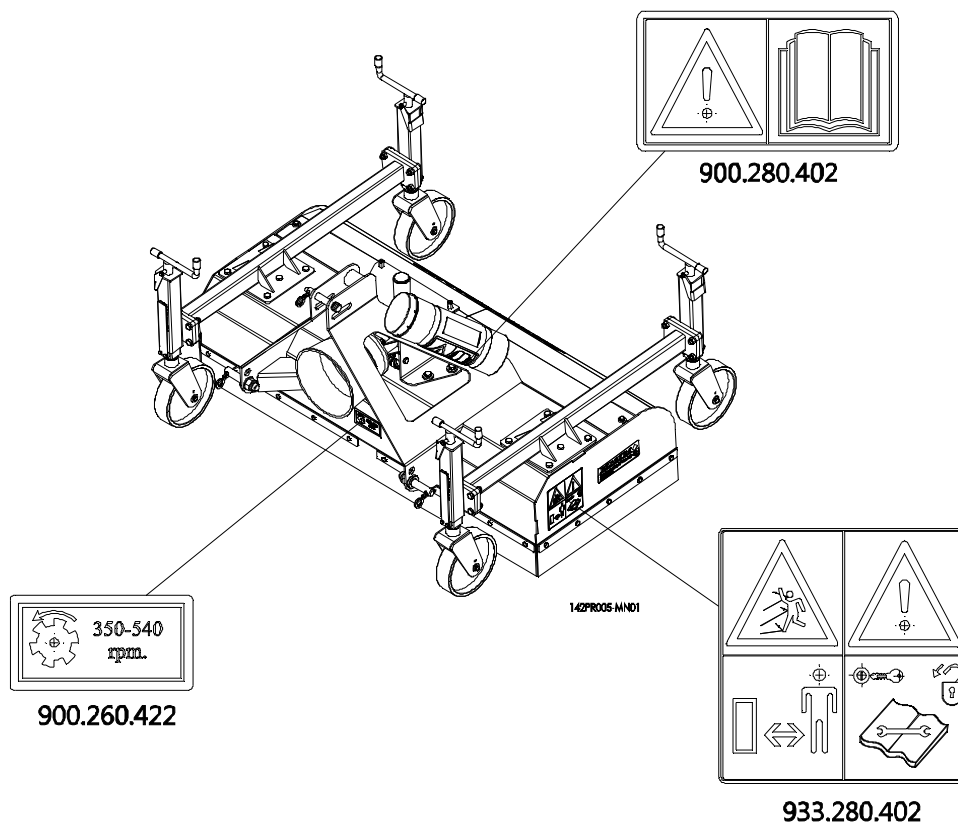

Abb. 5
An der Rückseite des Extreme Clean II befinden sich (Abb. 5) Sicherheitsaufkleber (Abb. 2,3,4) mit gleichlautender Bedeutung. Diese Sicherheitsaufkleber müssen jederzeit gut sichtbar und lesbar sein und sind, sollten sie beschädigt sein, unverzüglich zu ersetzen.
(7) Position der Sicherheitsaufkleber. (Abb. 5)